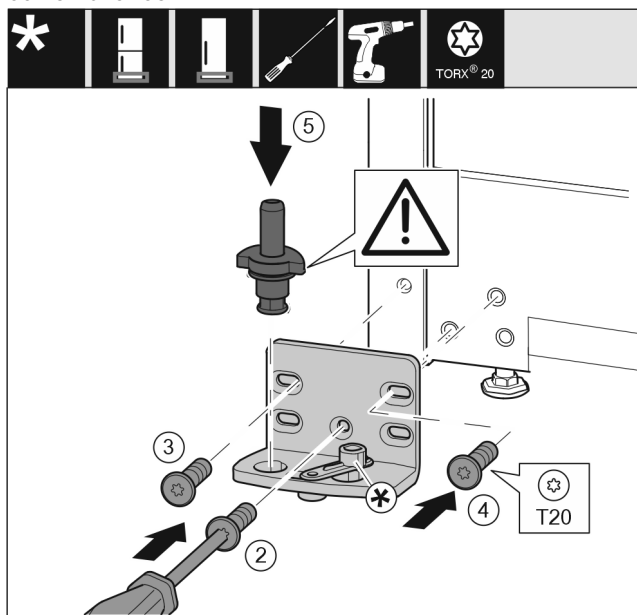

Fig. 15
- Sätt in lagerbocken på den andra sidan och skruva fast med hjälp av en skruvmejsel. Börja med skruven Fig. 15 (2) nere i mitten.
- Dra åt skruv Fig. 15 (3) och skruv Fig. 15 (4).
- Sätt in lagerbulten Fig. 15 (5) helt. Se till att låskammen riktas bakåt.